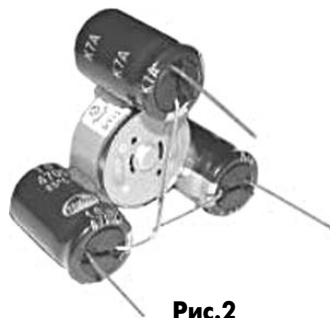

Рис.2
2. Согните три отрицательных вывода друг к другу и спаяйте их вместе (**рис.2**).